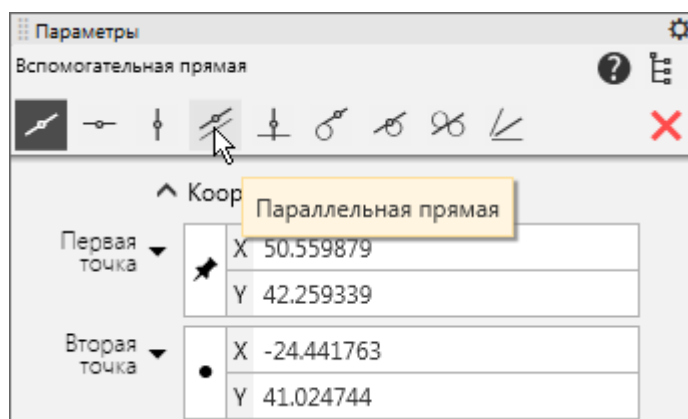

Рисунок 7
- Нажмите кнопку Параллельная прямая  на Панели параметров. (рисунок 7)